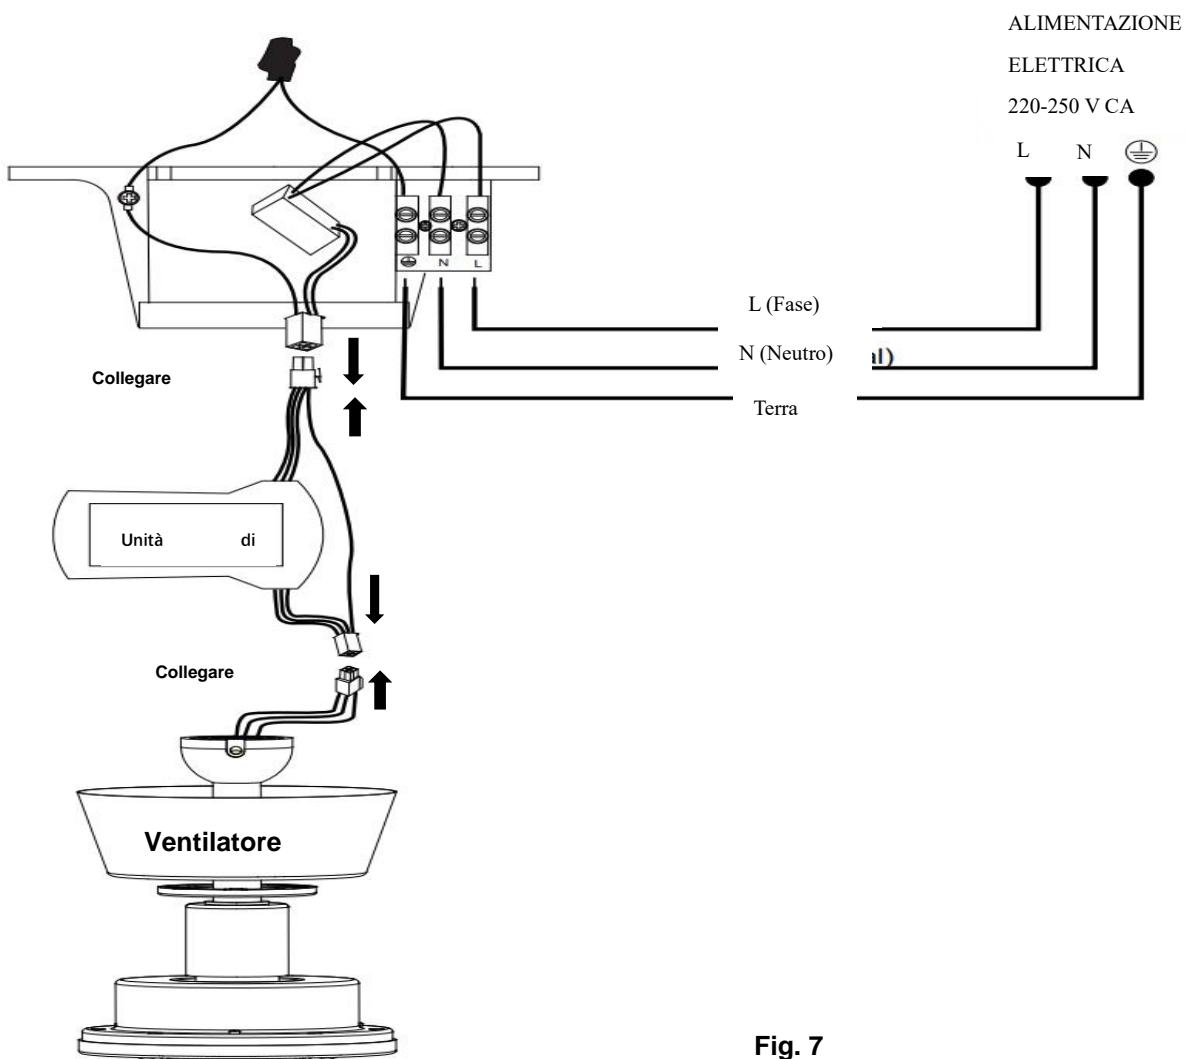

Fig. 7
**PREPARAZIONE E INSTALLAZIONE DEI CAVI ELETTRICI - SCHEMA DI DIAGRAMMA (FIG. 7)**
**Dall'impianto elettrico alla morsettiera sulla staffa di supporto (Fig. 7)**
**Dalla staffa di supporto al ricevitore e al motore (Fig. 7)**
Collegare il connettore rapido dei cavi di alimentazione dalla staffa di supporto al connettore rapido dell'unità di controllo del ventilatore. (Fig. 7)
Collegare il connettore rapido dei cavi di uscita dall'unità di controllo del ventilatore al connettore rapido del ventilatore. (Fig. 7)